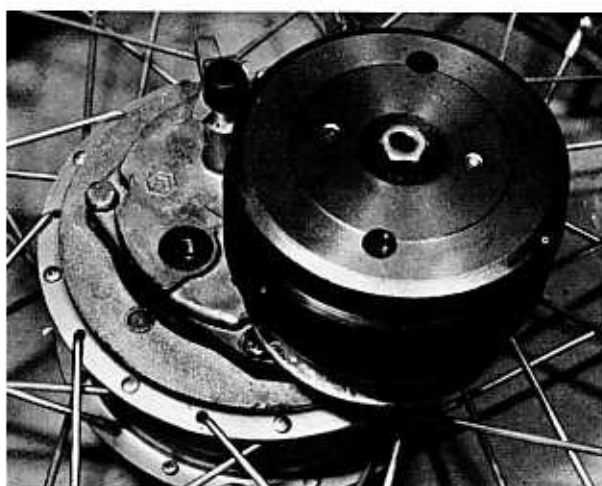

Bild 73
- Die Kupplung ist mit der Mutter in der Mitte befestigt (Bild 73). Nach dem Abschrauben der Mutter kann die Trommel zusammen mit der Anlasskupplung abgehoben werden. Nach dem Abnehmen des Keilriemens können die Kupplungsbacken und die federbelastete Riemenscheibe als Ganzes ausgebaut werden. Man kann auch die komplette Kupplung von der Eingangswelle abziehen und erst dann den Keilriemen abnehmen (Bilder 74, 75, 76).